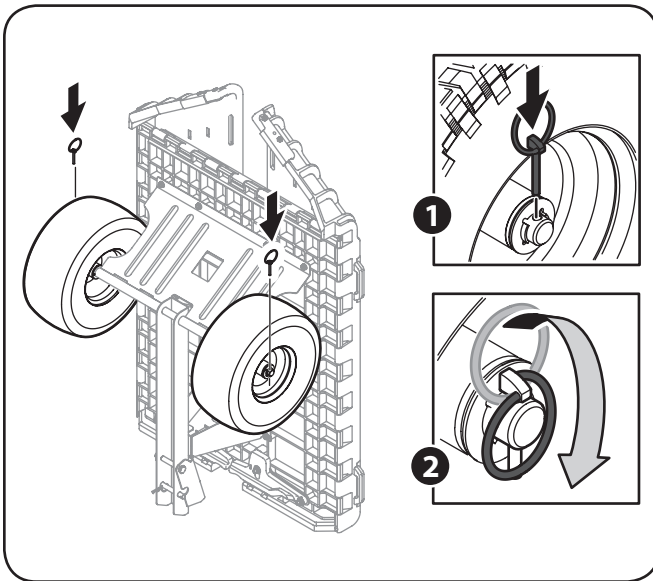

Figura 3-4
- Instale los pasadores Lynch del paquete de elementos de ferretería a través de los orificios de los ejes. Voltee el pasador Lynch hacia abajo sobre el eje para ajustar los neumáticos en su lugar. Consulte la Figura 3-4.